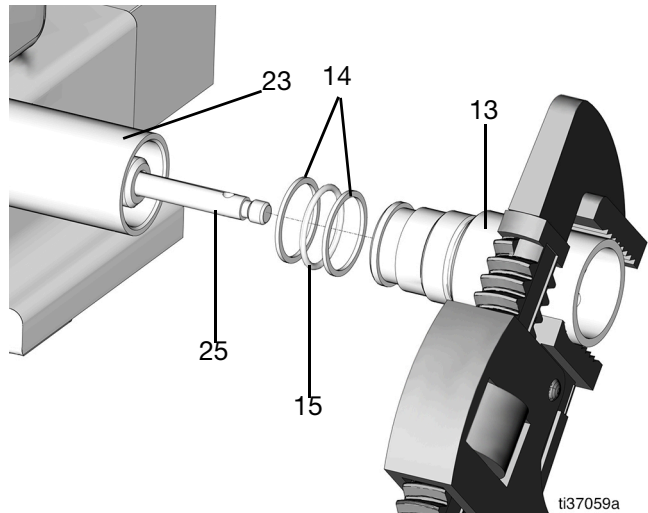

图 63
20. 更换两个铲管 (13) 的支撑环 (14) 和 O 形圈 (15), 并稍微润滑 (图 63)。
21. 将铲管 (13) 放入下部泵管 (23) 中并拧紧 (直至力矩达到 32 英尺-磅/43.4 N•m) (图 63)。